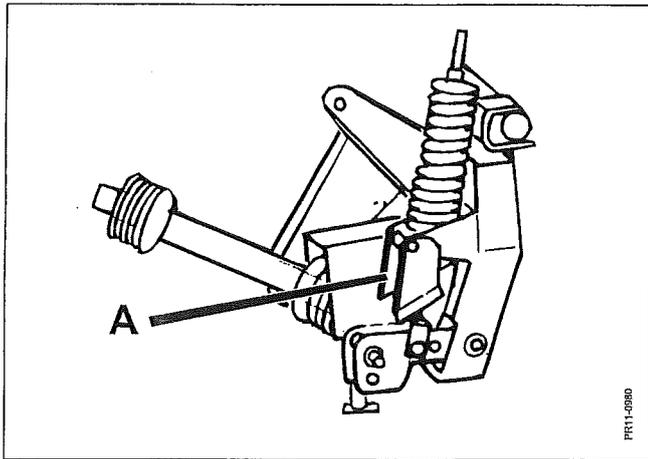

Fig. 3-3
- Fig. 3-3 7) Falls die Parksperre A auf der Maschine montiert ist, das Seil von der Parksperre in die Schlepperkabine führen.